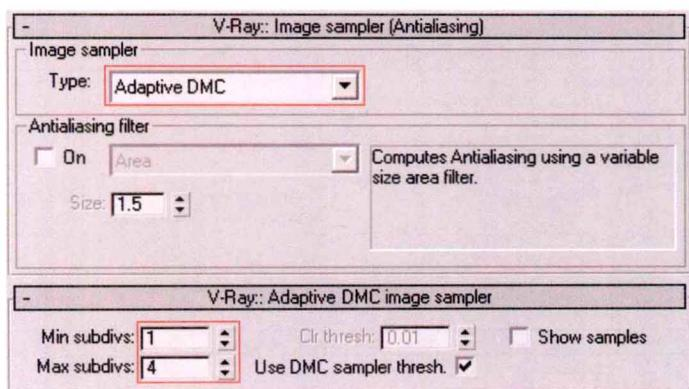

图1.6 使用Adaptive DMC方式
**STEP 01** 在图像采样（抗锯齿）菜单中，选择Adaptive DMC（自适应DMC）采样方式，并设置采样的Subdivs（细分）分别为1和4，也就是系统默认的设置。而抗锯齿过滤器同样不选择使用，如图1.6所示。